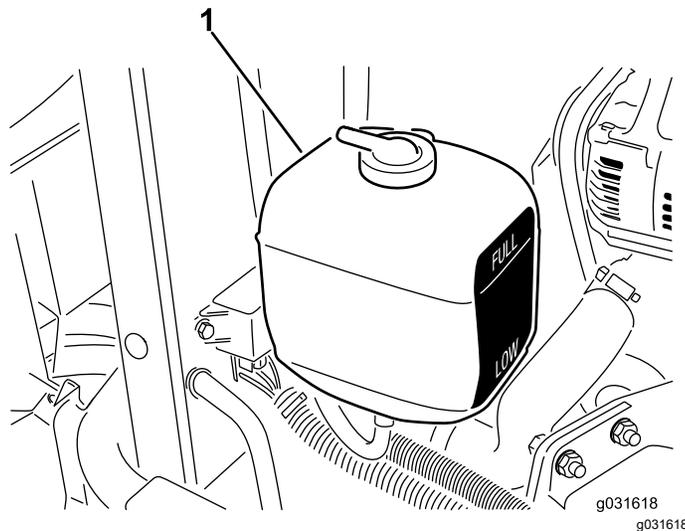

Figura 55
1. Compruebe el nivel de refrigerante del depósito de expansión (Figura 55).